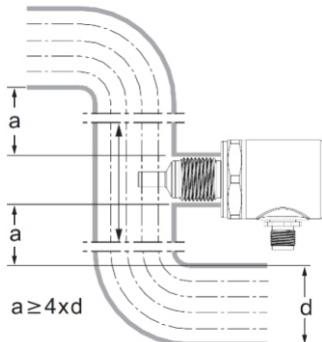

Рисунок 1
- (1) Убедитесь, что длина переднего/заднего прямого участка трубы более чем в 4 раза превышает внутренний диаметр трубы (рис. 1).